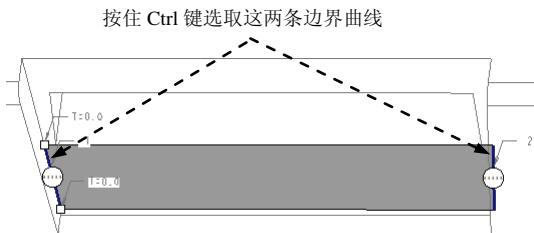

图 20.26 定义边界曲面 8
- (1) 按住 Ctrl 键, 选取合并面组 8 和边界曲面 7。
- (2) 单击 **分型面** 操控板中 **编辑** ▾ 区域的 **合并** 按钮, 此时系统弹出“合并”操控板。
- (3) 在操控板中单击 **选项** 按钮, 在“选项”界面中选中 **相交** 单选项。
- (4) 在“合并”操控板中单击 **确定** 按钮。
Step22. 创建图 20.26 所示的边界曲面 8。
- (1) 单击 **模型** 功能选项卡中的 **切口和曲面** ▾ 按钮, 在系统弹出的菜单中依次单击 **曲面** ▾ **→** **边界混合**, 系统弹出“边界混合”操控板。
- (2) 定义边界曲线。按住 Ctrl 键, 依次选取图 20.26 所示的两条边界曲线。
- (3) 在操控板中单击 **确定** 按钮, 完成边界曲面 8 的创建。